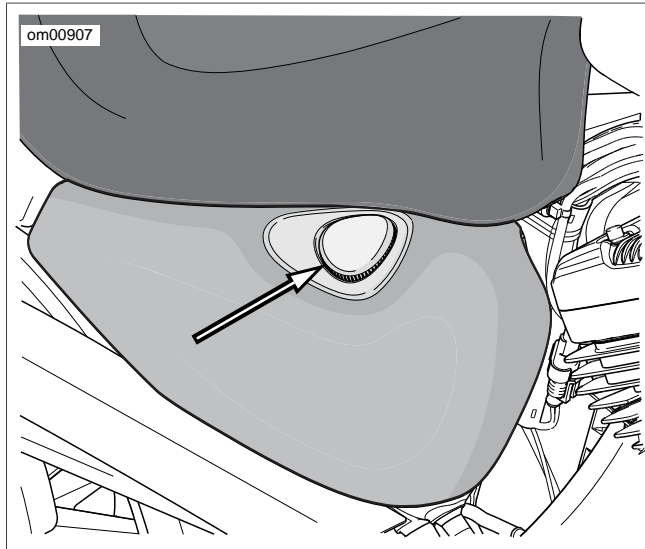

Abbildung 28. Lage des Einfüllverschlusstoppers
2. Siehe Abbildung 28. Den Einfüllverschlusstopfen vom Öltank entfernen.